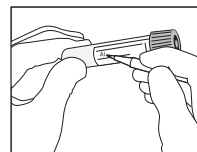

Abb. 4
- Schreiben Sie Patienteninformationen auf das Etikett des Röhrchens oder bringen Sie ein Etikett zur Patientenidentifikation an (Abb. 4).